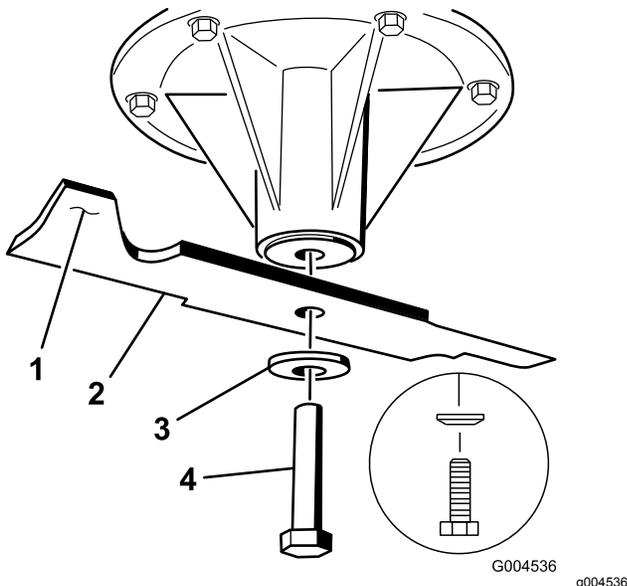

Figura 104
- Montate la lama sull'asse del fusello (Figura 104).
- Montate il disco elastico e il bullone della lama (Figura 104).